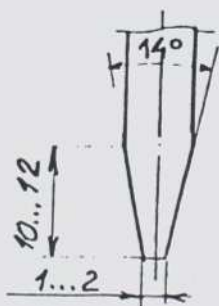

Рис. 2
2.1.6 Ножи (секачи) марок Я2-ФИН-9, 10, 22, 23 и 24 выпускаются с притуплением режущей кромки 1...2 мм и с фрезерованными широкими, до 10-15 мм, фасками (см. рис. 2).
2.1.8 По мере переточки режущей кромки и правки угла заточки, периодически следует подшлифовывать широкую фаску лезвия до указанных на рис.2 размеров.